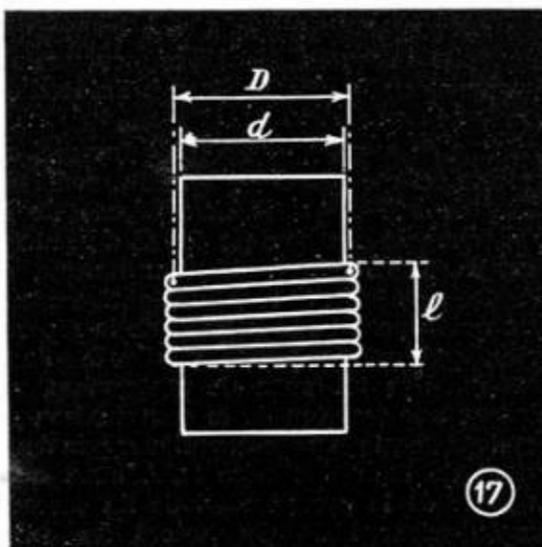

Fig. 17. - Le nombre de spires se calcule à partir des dimensions géométriques de la bobine, c'est-à-dire en fonction de la longueur l et du diamètre D (ou d).
a. — Le diamètre moyen de la bobine (D), c'est-à-dire, comme nous l'avons indiqué plus haut, le diamètre du mandrin augmenté du diamètre du fil employé. Lorsque ce dernier est très faible par rapport au diamètre du mandrin d, c'est ce dernier que l'on fait figurer dans le calcul. Cependant, en TV on a affaire le plus souvent au mandrin de 6 à 8 mm de diamètre et à un fil parfois assez gros, jusqu'à 1 mm de diamètre. Dans ce cas, il vaut mieux s'en tenir au diamètre moyen (fig. 17) :